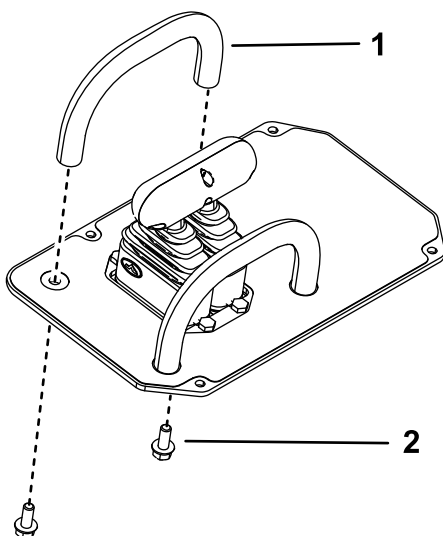

Рисунок 22
3. Поднимите крышку панели управления и снимите переднюю рукоятку (Рисунок 22).